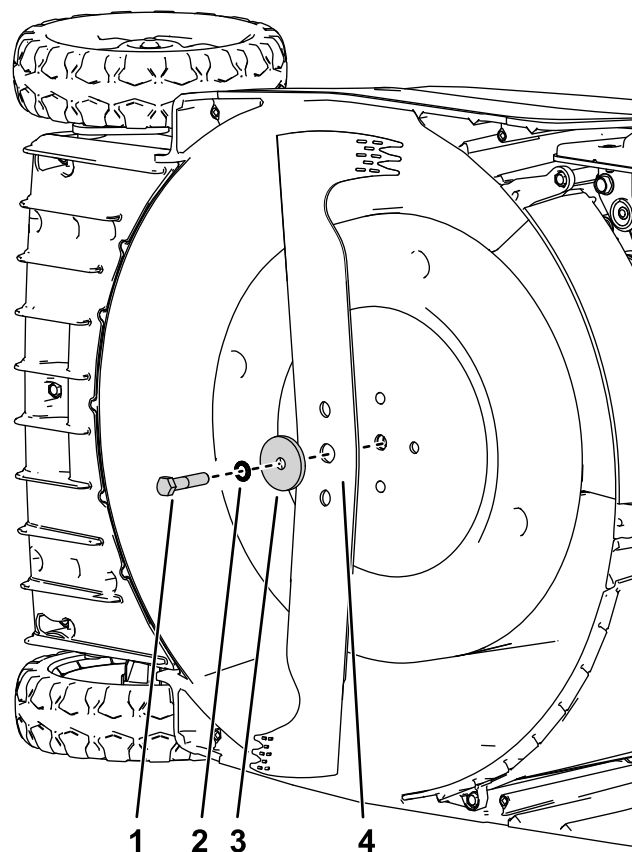

Figura 26
5. Instalați lama nouă i toate elementele de montare (Figura 26).